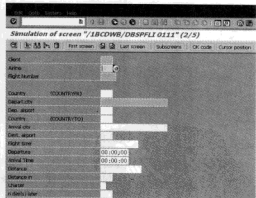

图 4-27 显示对应 CATT 后台作业参数
STEP 3 通过工具条中的“”按钮设定参数，如图 4-27 所示。操作方法是把光标放在要设置的字段上，然后单击“”按钮，设定完成后字段显示为灰色。同时，还可以通过“”按钮取消设定的参数。设置完成后，可以浏览已定义参数。